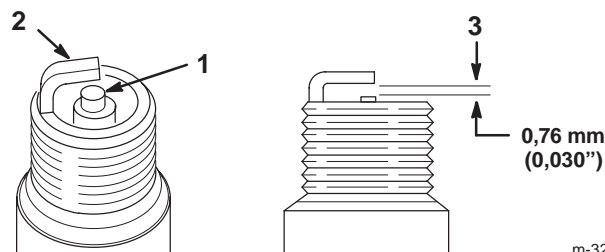

Figure 40
1. Inspectez le centre des bougies (Fig. 40). Si le bec de l'isolateur est recouvert d'un léger dépôt gris ou brun, le moteur fonctionne correctement. S'il est couvert d'un dépôt noir, c'est généralement signe que le filtre à air est encrassé.
2. Contrôlez l'écartement entre l'électrode centrale et l'électrode latérale (Fig. 40). Courbez l'électrode latérale (Fig. 40) si l'écartement est incorrect.